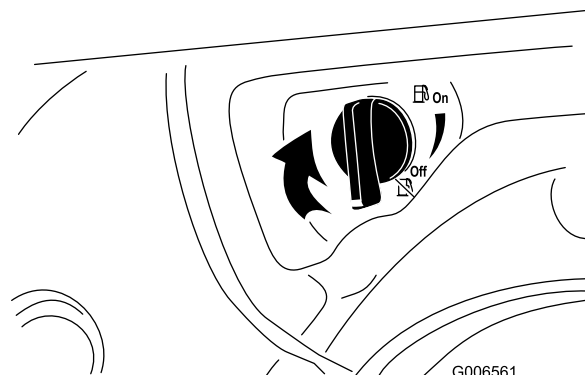

Figure 32
- Fermez le robinet de carburant en le tournant dans le sens horaire (Figure 32).